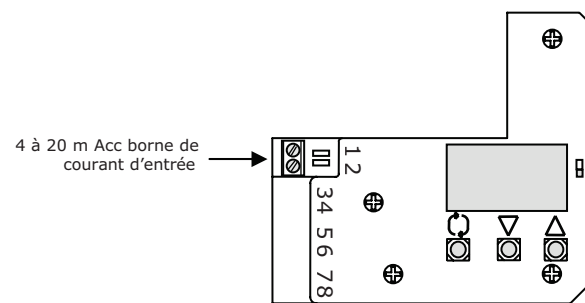

Fig. 7
- (1) Enlevez le couvercle du corps du positionneur.
- (2) Raccordez le câblage du courant d'entrée à partir de l'appareil de mesure de réglage (contrôleur) suivant la Fig. 7.